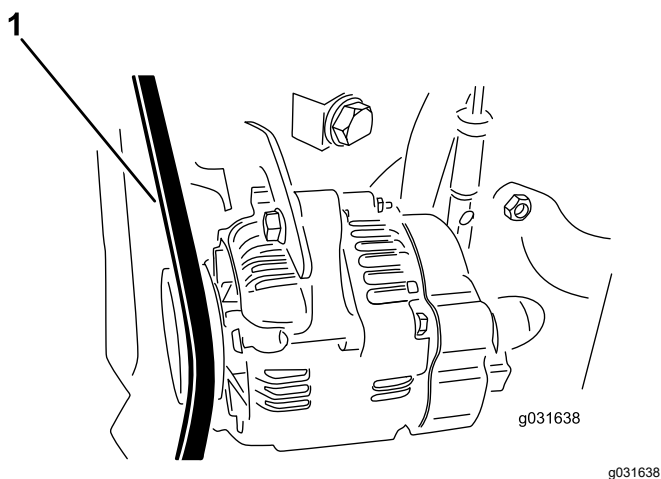

Figura 58
2. Applicate 30 N di forza sulla cinghia dell'alternatore in una posizione a metà tra le pulegge (Figura 58).